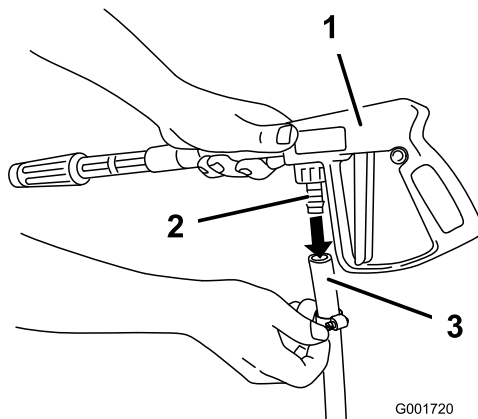

Figura 57
2. Conecte el extremo libre de la manguera larga al acoplamiento de la pistola de pulverización (Figura 57).